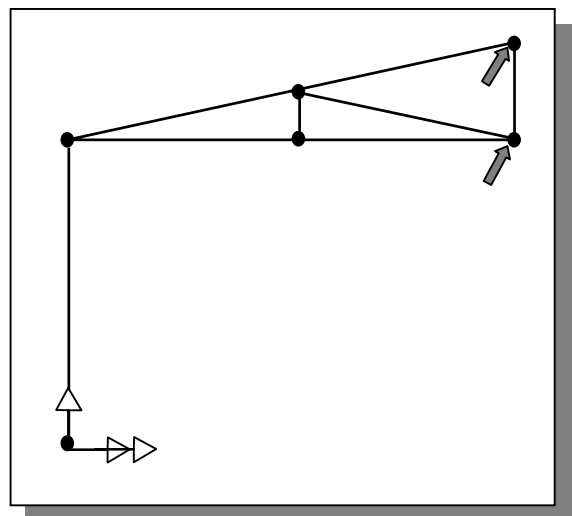

Fig. 29
- se selectează cele două puncte din axa de simetrie (fig. 29)